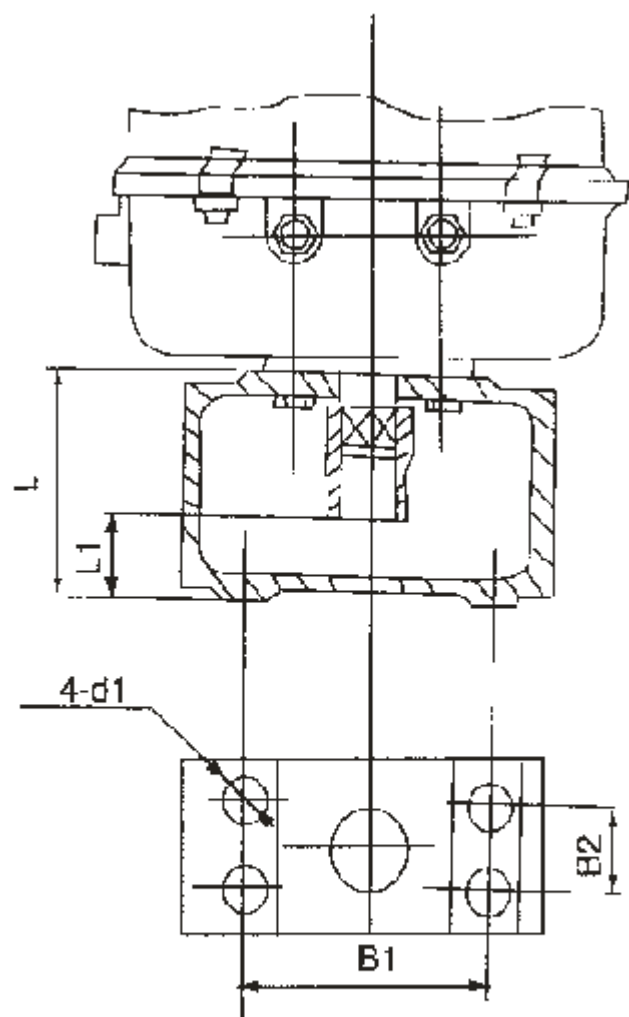
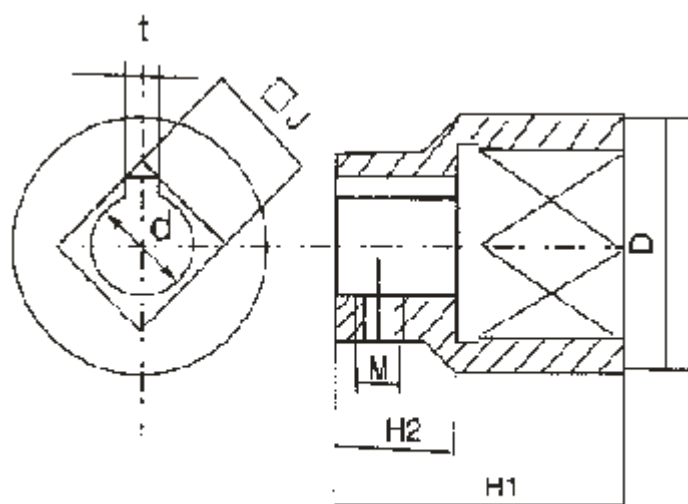

图13 配套支架
图14 连接接头
8.1 配套支架与蝶阀的连接见图 13，输出轴与阀杆的连接接头见图 14，有关尺寸见表 5、表 6